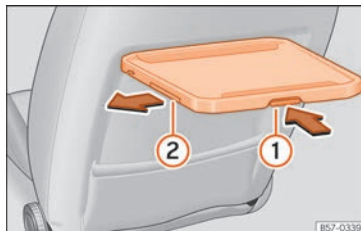

Fig. 165 Asiento delantero izquierdo: mesita plegable con portabebidas.
- Presione la palanca de desbloqueo situada en la parte inferior de la mesita »» **fig. 165 ①** y manténgala presionada.